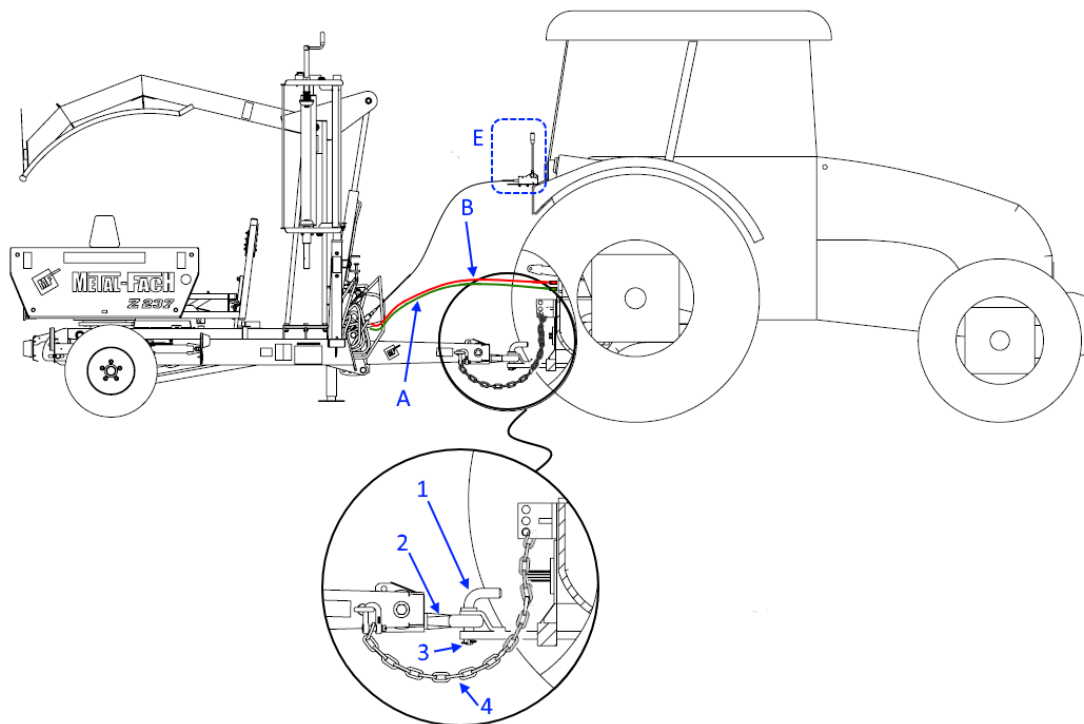

Рисунок 4. Схема подсоединения сцепного устройства и привода обмотчика рулонов
- Отсоедините проушину дышла от сцепного устройства трактора. Отсоедините дополнительную цепь, соединяющую сцепное устройство с трактором (рис. 4 - 4).